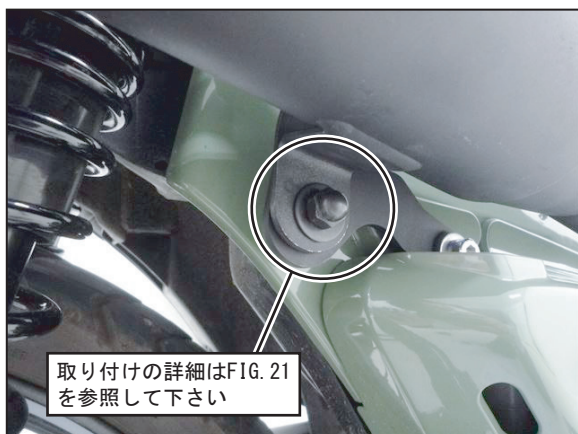

FIG. 20
- 1 3. ②サイレンサー前側のステーの穴位置を⑩マフラステー#2の穴位置に合わせ、⑨六角ボルトM8×20、⑧平ワッシャM8×22、⑦SUSワッシャM8×22(黒)、⑥袋ナットM8(黒)を使用して仮締めして下さい。(FIG. 20, 21参照)